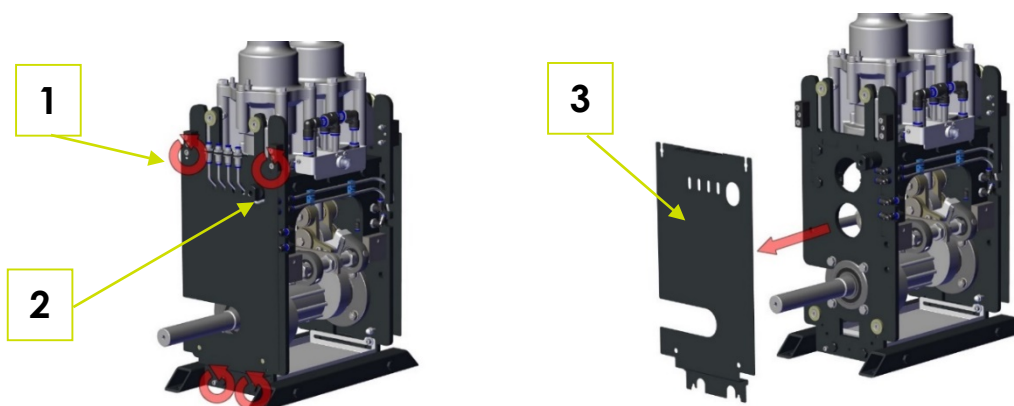

Fig. 4-8: Démontage du couvercle de connexion
1. Sur la face arrière de la Pompe à pistons (Fig. 4-8 : Démontage du couvercle de connexion), desserrer de 5 tours les quatre vis à six pans creux M6x50 (1) avec une clé Allen de 4 mm (↻).
3. Retirer la protection de l'entraînement (3) dans le sens de la flèche (Fig. 4-8 : Démontage du couvercle de connexion).
1. Sur la face arrière de la Pompe à pistons (Fig. 4-8 : Démontage du couvercle de connexion), desserrer de 5 tours les quatre vis à six pans creux M6x50 (1) avec une clé Allen de 4 mm ()
2. Desserrer les conduites de graisse (2) des raccords enfichables.
3. Retirer la protection de la transmission (3) dans le sens de la flèche (Fig. 4-8 : Démontage du couvercle de connexion).